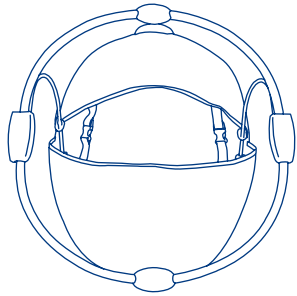

Fig. 11
- 11) • Secure the seat pad to the frame by buckling the two straps on the back of the pad. (Fig. 11) Place the bouncer back in the upright position.
armazón abrochando las dos correas de la parte trasera de la almohadilla. (Fig. 11) Coloque la parte trasera del rebotador en la posición erguida.
- Fixez le coussin de siège au cadre en bouclant les deux sangles au dos du coussin. (Fig. 11) Remplacez la sauteuse dans la position droite.